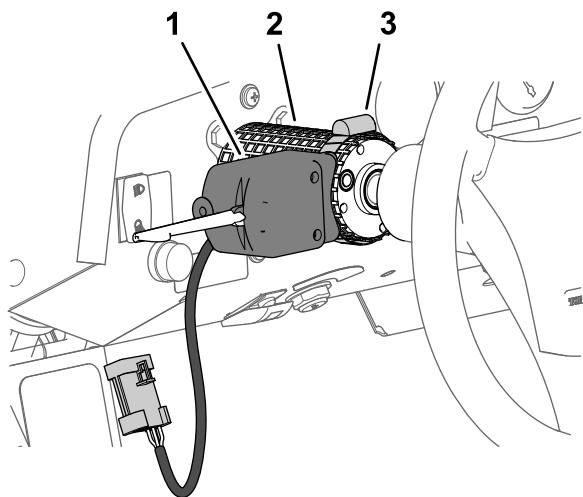

**Bild 33**
- Flüchten Sie den 8-Buchsen-Stecker für den Warnblinkanlagenschalter durch die Öffnung im Armaturenbrett (Bild 33) aus, das Sie in Schritt 1 gemacht haben.
- Stecken Sie den beleuchteten Kippschalter in den 8-Buchsen-Stecker für den Warnblinkanlagenschalter (Bild 33).
- Setzen Sie den Kippschalter in die Öffnung im Armaturenbrett ein, bis der Schalter im Armaturenbrett einrastet (Bild 33).